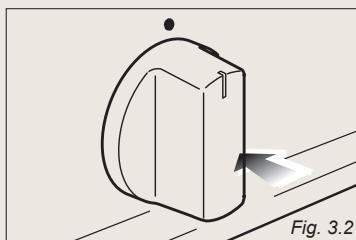

Fig. 3.2
- * Dévisser la vis **"D"** Dévisser la vis **"E"** (fig. 3.2).
- * Pour allumer le brûleur, appuyer sur la manette (fig. 3.2) et la faire tourner jusqu'à la position de débit maximum (grande flamme ); puis continuer à appuyer sur la manette jusqu'à ce que l'allumage se fasse.